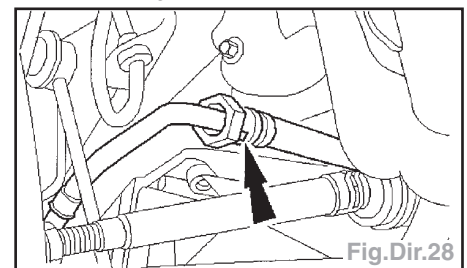

Fig.Dir.28
- Débrancher le flexible de retour de refroidisseur de liquide de direction assistée (Fig.Dir.28) :